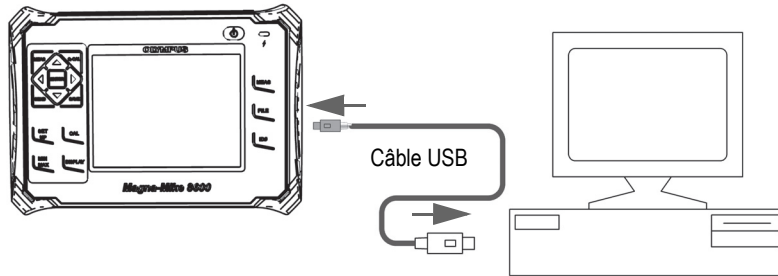

Figure 8-2 Connexion du Magna-Mike 8600 à un ordinateur
7. Connectez une extrémité du câble USB au connecteur USB client situé sous le couvercle E-S du Magna-Mike 8600, et l'autre extrémité au port USB de l'ordinateur (voir la Figure 8-2 à la page 151).